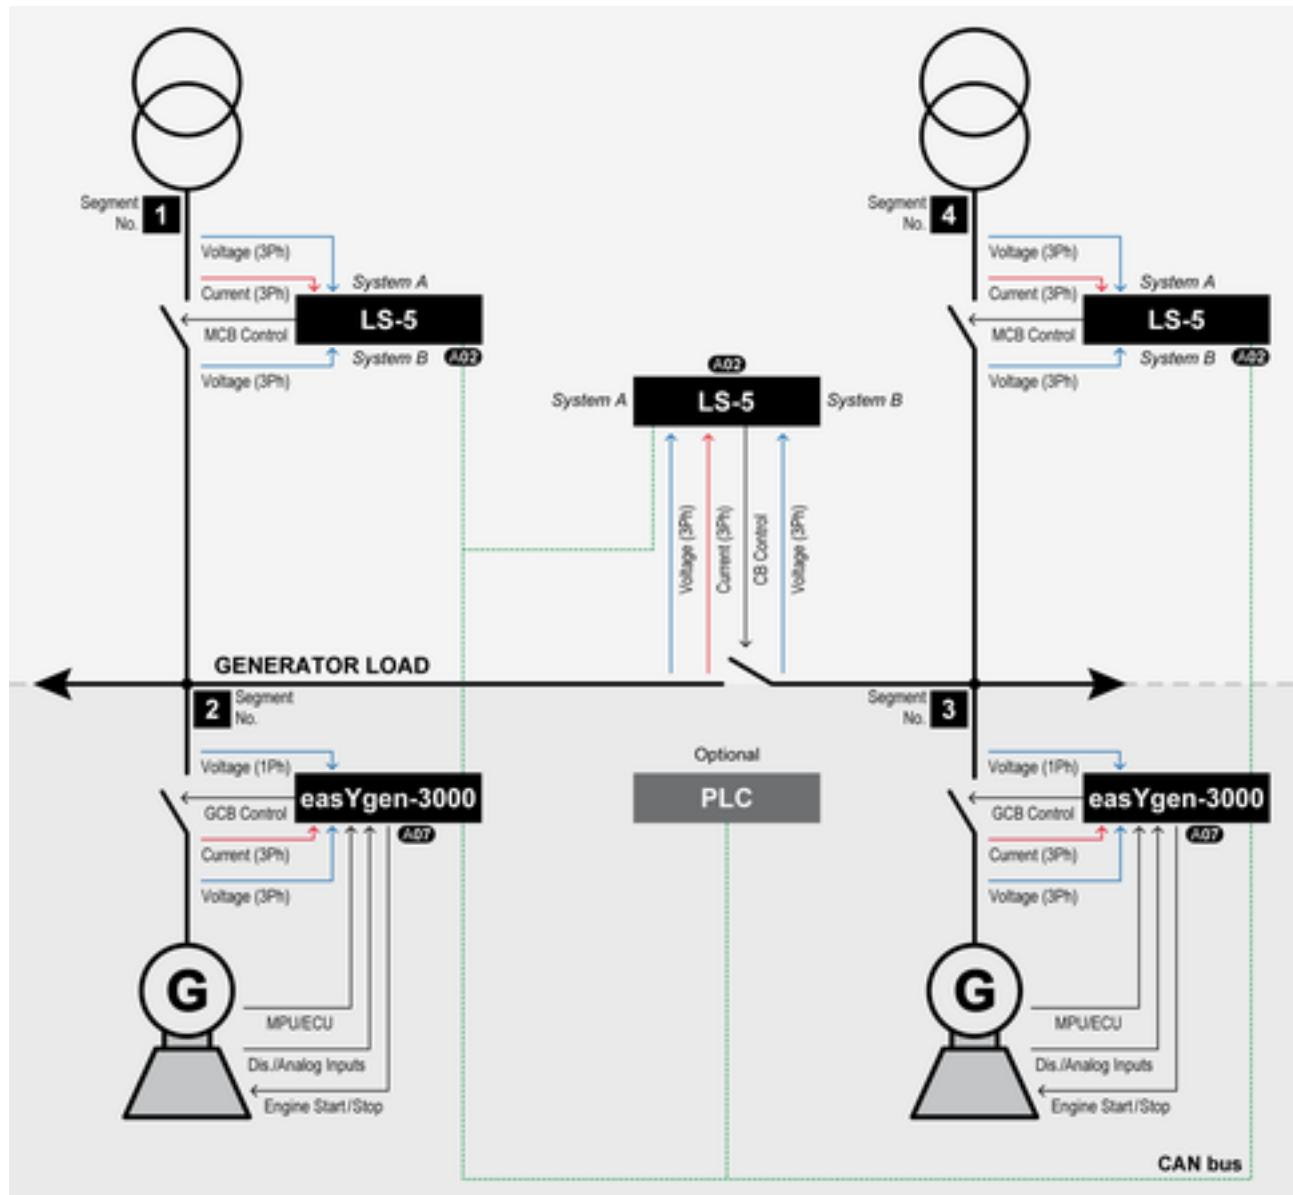

Abb. 133: H-Konfiguration mit zwei easYgens und zwei eingehenden Netzen und Kuppelschalter
Ein oder mehrere Aggregate speisen in eine Generator-/Lastsammelschiene ein (Abb. 133/Segment Nr. 2). Ein oder mehrere Aggregate speisen in eine Generator-/Lastsammelschiene ein (Abb. 133/Segment Nr. 3). Ein Kuppelschalter befindet sich zwischen den beiden Generator-/Lastsammelschienen. Jede Generator-/Lastsammelschiene hat einen eigenen eingehenden Netzeistungsschalter (Abb. 133/ Segment Nr. 1/4).
- 1.** Die Spannungs- und Strommessung von System A ist mit dem Generator-/Lastsammelschienensegment verbunden (Abb. 133/Segment Nr. 2).
- 2.** Die Spannungsmessung von System B ist mit dem Generator-/Lastsammelschienensegment verbunden (Abb. 133/Segment Nr. 3).